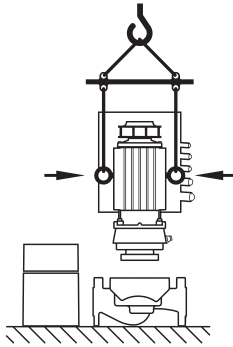

Fig.9: Moottorin kuljetus
- Tarpeen vaatiessa, esim. korjaustapauksessa, voidaan kuljetussilmukat siirtää moottorilaipasta moottorikoteloon (katso esim. Fig. 9). Ennen kuljetussilmukoiden asentamista moottorikoteloon täytyy välkkeet kiertää ulos kuljetussilmukoiden aukoista (Fig. 7, kohta 20b) (katso luku 10.2.1 "Liukurengastiivisteen vaihto" sivulla 107).
- Jos kuljetussilmukat on siirretty tai ne siirretään moottorilaipasta moottorikoteloon, niitä saa käyttää vain moottori-juoksupyöräyksikön (Fig. 9) kannattamiseen tai kuljettamiseen, mutta ei kokonaisen pumpun kuljettamiseen eikä moottori-juoksupyöräyksikön irrottamiseen pumpun pesästä.